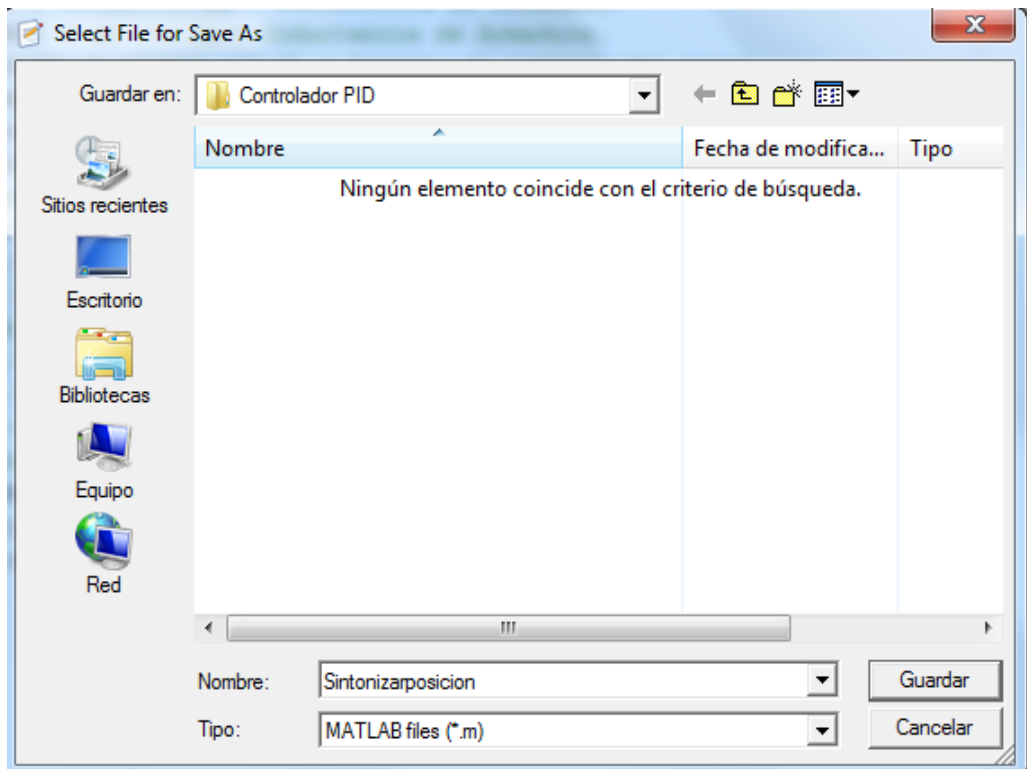

Figura 10. Guardar script para sintonización Posición.
- Se genera una ventana para guardar tal como se ve en la Figura 10. Nombre al archivo *Sintonizarposicion* y guárdelo en la carpeta *ControladorPID*.